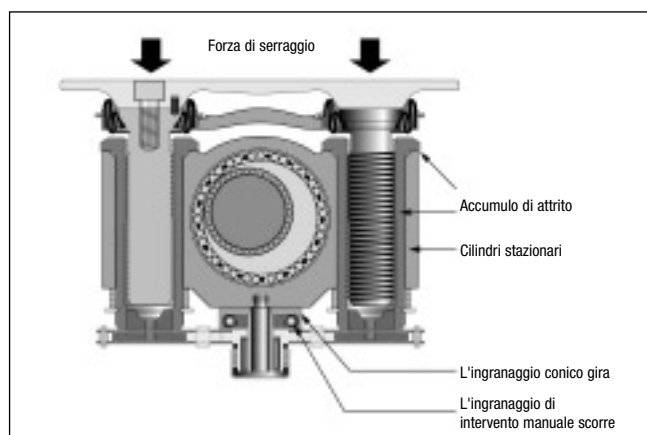

FIG. 8
- La forza di serraggio genera attrito nei filetti della vite, tra i manicotti del regolatore e i pistoni e attrito sotto la testa flangiata dei manicotti (Fig. 8).
- Quando le pastiglie entrano a contatto col rotore si genera una forza di serraggio, che viene ritrasmessa nei manicotti del regolatore e nei pistoni, generando attrito nei filetti della vite del regolatore e sotto la testa flangiata dei manicotti del regolatore (Fig. 8).
- L'accumulo di attrito impedisce ai manicotti del regolatore di girare - è invece l'innesto di intervento manuale che inizia a scorrere. La trasmissione del regolatore è bloccata su azione dell'attrito presente nel sistema e non è possibile procedere ad alcuna regolazione. L'ingranaggio principale gira ma non trasmette movimento oltre l'innesto di intervento manuale alla trasmissione del regolatore (Fig. 8)